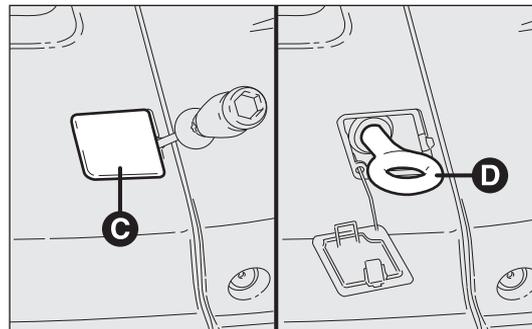

Abb. 219
- den mitgelieferten Schraubenzieher aus dem Fach entfernen und, indem man am angegebenen Punkt eine Hebewirkung ausübt, den Deckel C-Abb. 219 anheben;
- Den Abschleppring D aus dem Fach nehmen und auf dem Gewindestift Abb. 219 einschrauben.